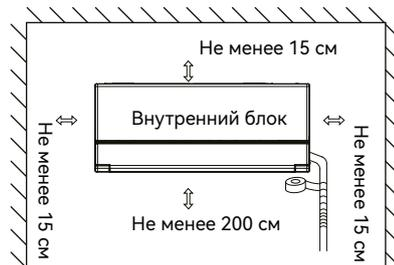

Рис. 1
- Соблюдайте расстояние, указанное на Рис. 1.
- Тыльная часть внутреннего блока должна располагаться вплотную к стене (Рис. 1)